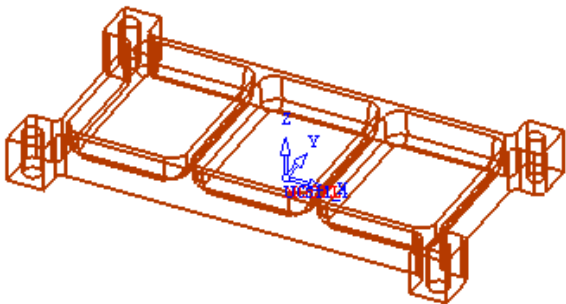

图 5-72 选择所有曲面（3）
- 展开“零件”选项，单击“零件曲面”按钮，然后单击“选择”工具栏上的选择所有按钮，系统选中所有曲面；此时图形中所有曲面高亮显示，如图 5-72 所示。